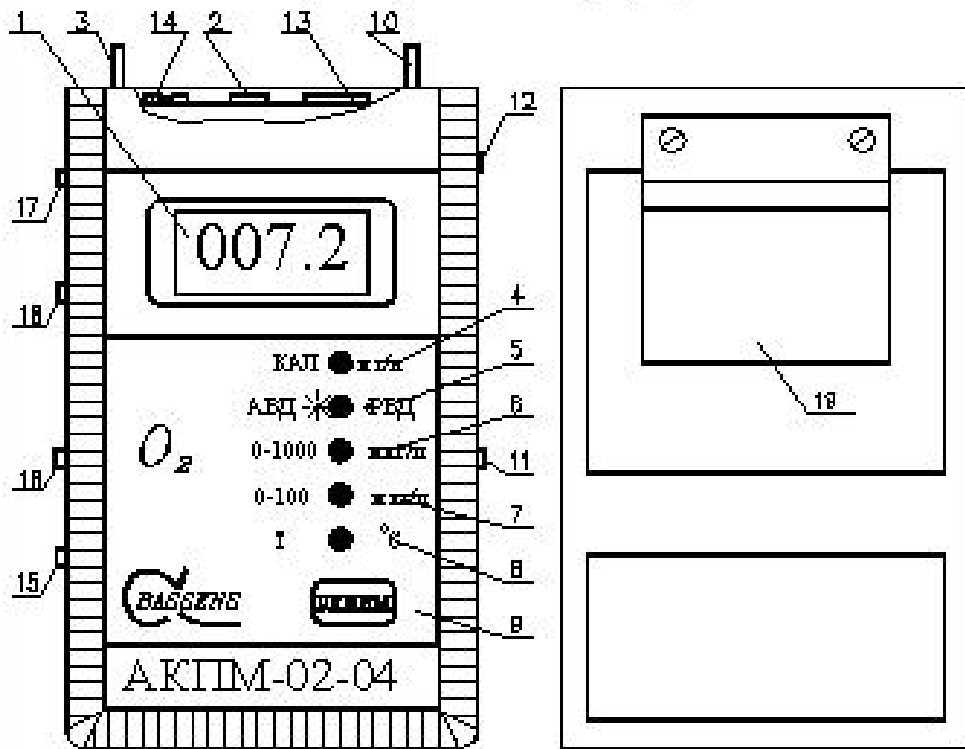

Рис. 2.
1. К розетке 13 (см. рис. 2) подключить имитатор нуля (входит в комплект поставки). Тумблер 10 переключить в режим измерения концентрации кислорода в единицах “мкг/л” и с помощью клавиши “Режим” установить режим ручного выбора диапазона (“РВД”) измерения “0-100” (светится индикатор 7). Показания анализатора должны быть равны нулю (в противном случае установить их равными нулю с помощью потенциометра 12 (Ручка установки “0”). К розетке 14 токового выхода анализатора (контакты 1 и 4) подключить миллиамперметр. С помощью потенциометра 17 (Ручка установки нижнего предела токового выхода) установить показания миллиамперметра на значение 0.00 – 0.02 мА.
2. К розетке 13 (см. рис. 2) подключить имитатор “100” (входит в комплект поставки). После достижения устойчивых показаний произвести их отсчет и запомнить. Потенциометром 11 “КАЛИБРОВКА” установить показания анализатора на значение  $100 \pm 0.5$  (в диапазоне “РВД”). С помощью потенциометра 18 (Ручка установки верхнего предела токового выхода) установить показания миллиамперметра на значение 5 мА. Установить потенциометром 11 “Калибровка” показания анализатора на прежнее значение.
2. К розетке 13 (см. рис. 2) подключить имитатор “100” (входит в комплект поставки). После достижения устойчивых показаний произвести их отсчет и запомнить. Потенциометром 11 “Калибровка” установить показания анализатора на значение  $100 \pm 0.5$  (в диапазоне “РВД”). С помощью потенциометра 18 (Ручка установки верхнего предела токового выхода) установить показания миллиамперметра на значение 20 мА. Установить потенциометром 11 “Калибровка” показания анализатора на прежнее значение.
1. К розетке 13 (см. рис. 2) подключить имитатор нуля (входит в комплект поставки). Тумблер 10 переключить в режим измерения концентрации кислорода в единицах “мкг/л” и с помощью клавиши “Режим” 9 установить режим ручного выбора диапазона (“РВД”) измерения “0-100” (светится индикатор 7). Показания анализатора должны быть равны нулю (в противном случае установить их равными нулю с помощью потенциометра 12 (Ручка установки “0”). К розетке 14 токового выхода анализатора (контакты 1 и 4) подключить миллиамперметр. С помощью потенциометра 17 (Ручка установки нижнего предела токового выхода) установить показания миллиамперметра на значение 0.00 – 0.02 мА.
2. К розетке 13 (см. рис. 2) подключить имитатор “100” (входит в комплект поставки). После достижения устойчивых показаний произвести их отсчет и запомнить. Потенциометром 11 “Калибровка” установить показания анализатора на значение  $100 \pm 0.5$  (в диапазоне “РВД”). С помощью потенциометра 18 (Ручка установки верхнего предела токового выхода) установить показания миллиамперметра на значение 16 мА.